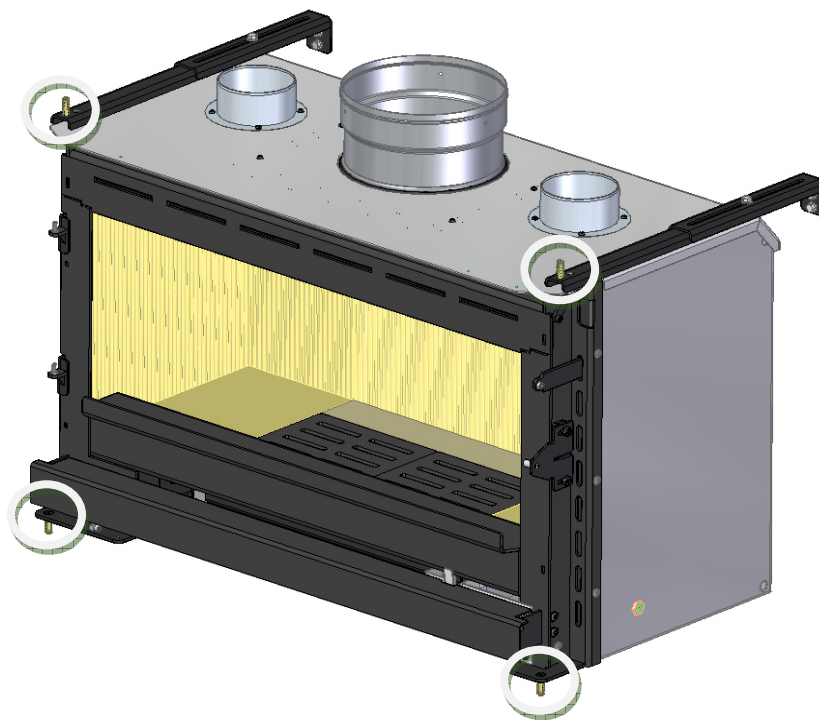

Figura 17 – Fixação do equipamento em alvenaria
15. Se pretender colocar o equipamento numa alvenaria, deverá utilizar as buchas de latão e os parafusos de cabeça de embeber que vão no kit de fixação do equipamento (PA1090G053). Deverá tirar as medições corretas para efetuar as furações na alvenaria e deverá fixar o equipamento nos seguintes locais como mostra a Figura 17.